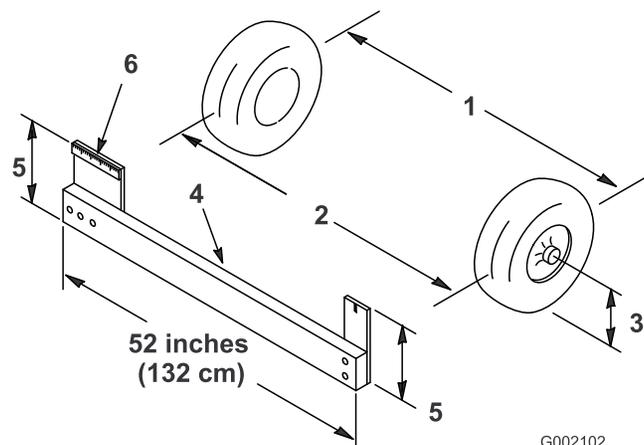

Figura 42
2. Misurate la distanza tra i pneumatici anteriori all'altezza dell'assale, davanti e dietro le ruote anteriori (Figura 42). Per rilevare la misura posteriore dei pneumatici anteriori all'altezza dell'assale occorre un attrezzo o un calibro di allineamento; usate lo stesso attrezzo, o calibro di allineamento, per rilevare con precisione la misura anteriore dei pneumatici anteriori all'altezza dell'assale (Figura 42).